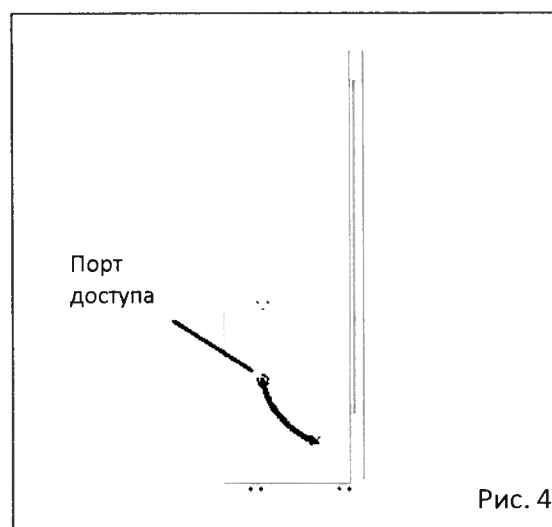
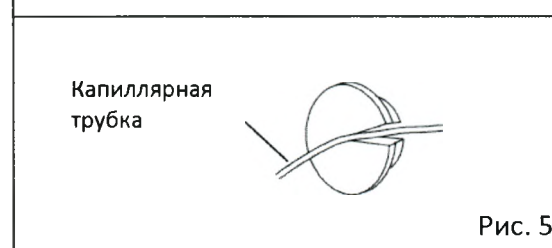

Рис. 4
Рис. 5
4. Снимите крышки (как внешнюю, так и внутреннюю), закрывающие порт доступа для морозильного отделения, и извлеките теплоизоляцию порта доступа. Проведите датчик регистратора в морозильное отделение через порт доступа (Рис. 4). Затем верните на место теплоизоляцию и крышки (как внешнюю, так и внутреннюю). Также поставьте на место крышку порта для извлечения датчика регистратора. Сделайте разрез в крышках порта доступа для проведения капиллярной трубки, как показано на Рис. 5.
5. Закрепите датчик регистратора к отверстию для присоединения на задней стороне морозильного отделения с помощью средних зажимов, поставляемых вместе с креплением регистратора (MPR-S30) (Рис. 5).